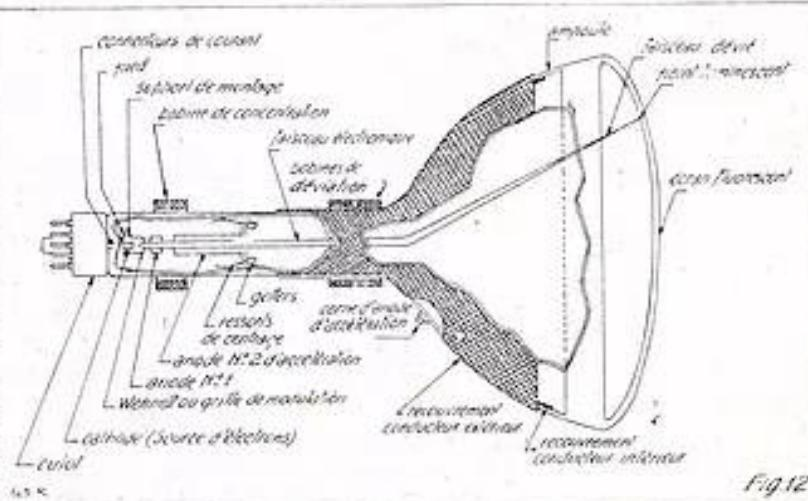

Fig. 12
La grille (Wehnelt) portée à un potentiel plus ou moins négatif, par rapport à la cathode, commande l'intensité du faisceau électronique. En agissant sur sa polarisation, la brillance du « spot cathodique », peut, à volonté, varier sur l'écran (figure 12).
du faisceau (électrons marginaux). Ce faisceau pénètre ensuite dans le champ électrique produit par la d.d.p. entre les deux anodes. Ce champ communique une vitesse radiale vers l'axe de symétrie du faisceau (fig. 12).
- Electromagnétique (fig. 12).